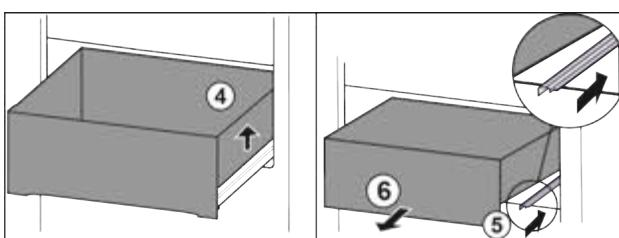

Fig. 75
- Підняти висувний ящик праворуч. Fig. 75 (4)
- Встановіть праву рейку. Fig. 75 (5)
- Вийняти висувний ящик рухом вперед. Fig. 75 (6)